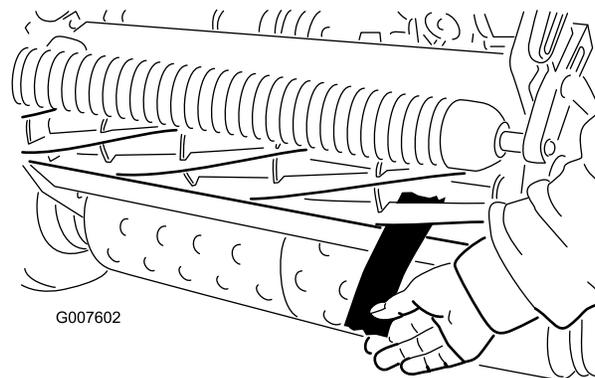
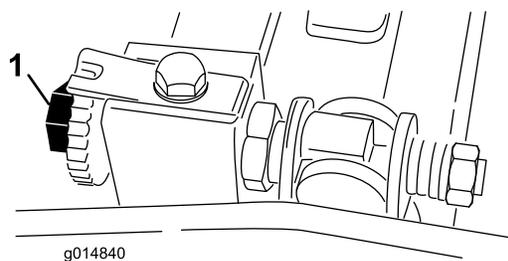

図 46
図 45
6. 両側の調整ができたなら最終確認を行う：紙片をリールの前から差し込んだ時にははさむだけ、下から差し込むと切れるのが正しい調整である(図46)。リールと下刃のごくわずかの接触で紙が切れなければいけない。接触を強くしないと切れない(リール回転トルクが0.8Nm上)場合には、鋭利な刃先を取り戻して精密なカットができるようにバックラップか研磨を行うことが必要； トロ研磨マニュアルを参照。
2. ベッドバー調整ネジ(図45)を左に回して、リールと下刃の接触を完全になくす。
4. リール前面の左右いずれかの端を選び、リールと下刃の間に、長く切った新聞紙片を差し入れる(図46)。リールをゆっくり前回転させながら下刃調整ネジを締める(新聞紙を入れた側の調整ネジを、1目盛りずつゆっくりと)。新聞紙を前から(ベッドナイフの上面に平行に)入れると軽く挟まれ、引き抜くのに少し力が必要な程度に調整する(図45)。